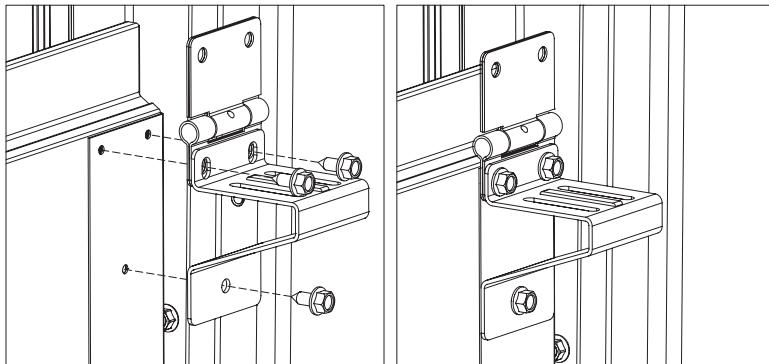

Рис. 27.1
2) установить и закрепить к секции боковые кронштейны совместно с петлями. Боковой кронштейн накладывать поверх нижней части петли. Крепление производится тремя самонарезающими винтами 6,3×16 (рис. 27.1);
- 2) установить и закрепить ко второй секции боковые петли в соответствии с рис. 27.1 и 27.2;